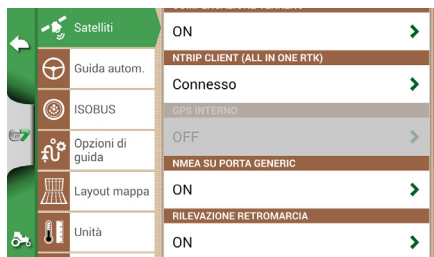

Figura 6.1.2.a - Menu configurazioni satelliti
1. Nel Menu “CONFIGURAZIONI” Menu, selezionare “Satelliti” e toccare “NTRIP CLIENT (All in One RTK)” (Figura 6.1.2.a)
- Riempire i campi mostrati nella Figura 6.1.2.b (I dati saranno forniti dal rivenditore o dal provider NTRIP)